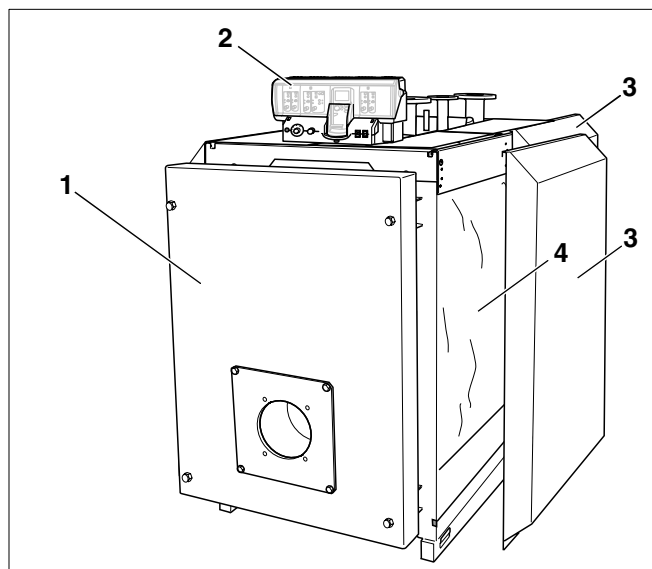

Fig. 1: Cazanol special de încălzire cu motorină/gaz Logano S635/S735
- Blocul cazanului (fig. 1, **poz. 1**).
- Mantaua cazanului (fig. 1, **poz. 3**), izolația termică (fig. 1, **poz. 4**).
- Dispozitivul de reglare (fig. 1, **poz. 2**).